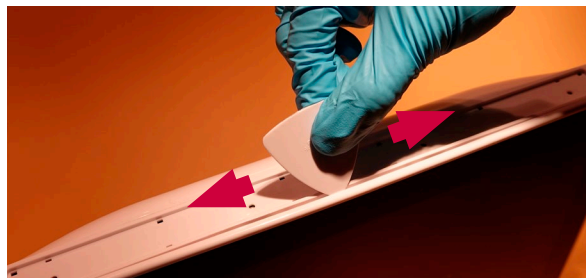

Рис. 7. Ослабление крепления задней крышки корпуса с помощью плектра
- f) **Снимите заднюю крышку корпуса (рис. 7)**